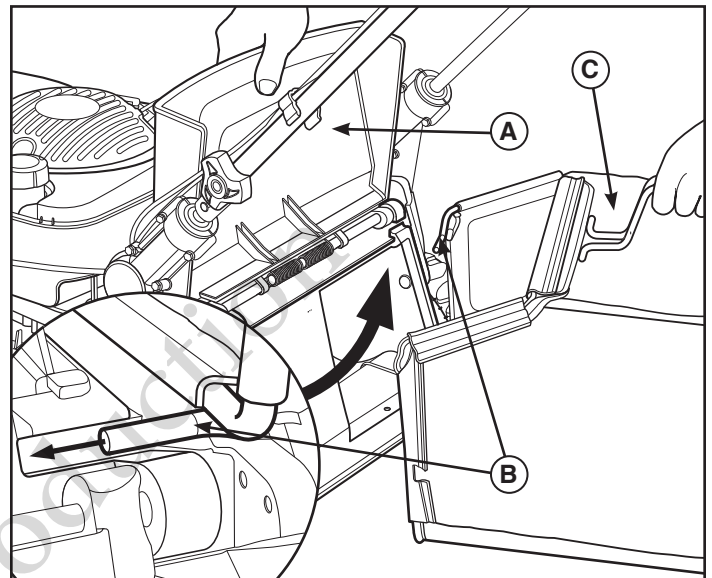

Figura 9
2. Para instalar el recogedor de hierba, levante la puerta (**A**, Figura 9) situada en la parte trasera de la carcasa del cortacésped.